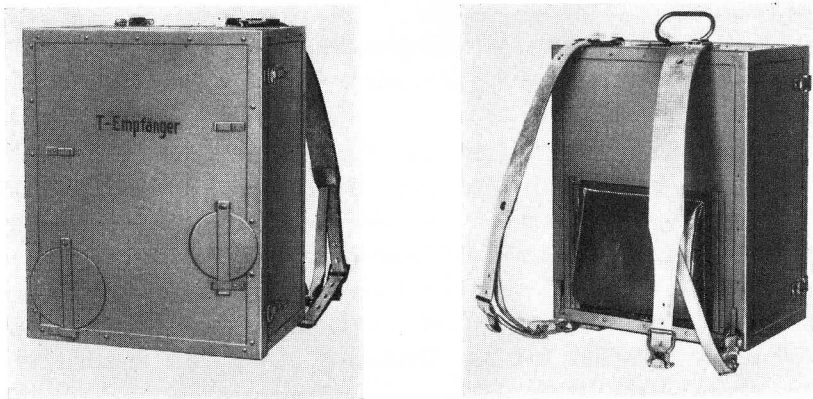

Bild 1. Tornisterempfänger, Vorder- und Rückansicht.
3. Der Empfänger ist mit einem Spulensatz und allem zu seinem Betrieb nötigen Zubehör einschließlich Sammler, Anodenbatterie und Fernhörern in dem Tornisterkasten untergebracht, der als Rückenlast zu tragen ist und mit diesem Inhalt rund 25 kg wiegt (Bild 1).